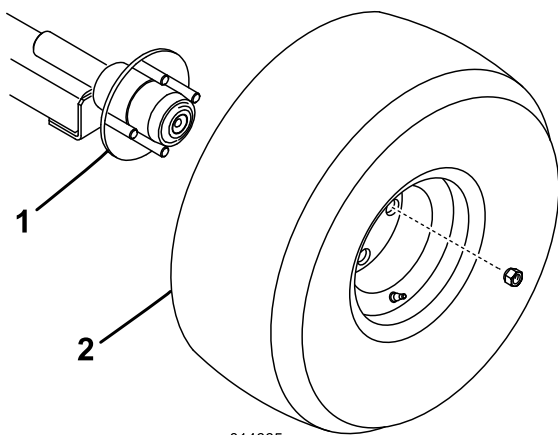

图5
1. 使用 4 个车轮螺母将车轮总成安装至各个轮毂图5。上将螺母扭矩至108N·m。